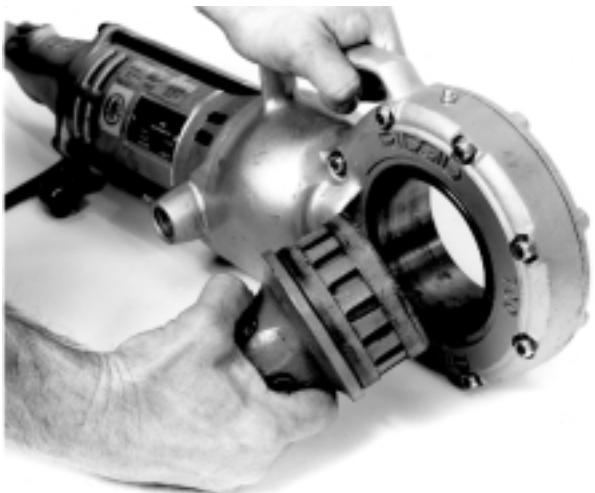

Figure 4 – Installation de l'adaptateur d'entraînement n° 774
- a. Enfoncer l'adaptateur d'entraînement, cannelures en premier, dans l'engrenage du système d'entraînement jusqu'à ce que les cliques d'arrêt s'engagent (Figure 4).